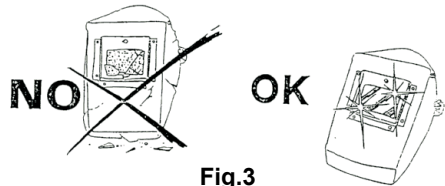

Fig.3
• Il est recommandé de toujours conserver le filtre coloré en bon état de propreté (verre inactinique). S'il est cassé ou détérioré (Fig.3) il devra être remplacé par un filtre avec degré d'opacité identique. Le filtre coloré doit être protégé contre les chocs et les projections de soudage par un verre transparent positionné sur la partie antérieure du masque. Ce dernier doit être remplacé à chaque fois qu'une visibilité réduite en phase de soudage est constatée.